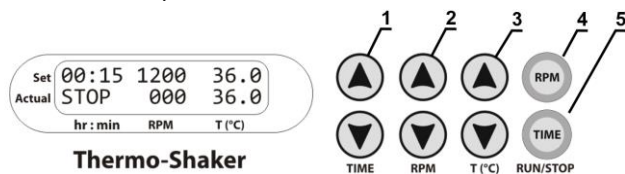

Рисунок 1. Панель управления
- 5.4.1 **Установка времени (TIME).** С помощью соответствующих кнопок ▼ и ▲ (рис. 1/1) установите необходимый интервал времени в часах и минутах (шаг 1 мин.).
- 5.4.2 **Установка скорости перемешивания (RPM).** С помощью соответствующих кнопок ▼ и ▲ (рис. 1/2) установите необходимую скорость (шаг 10 об/мин).
- 5.4.3 **Установка температуры (T, °C).** С помощью соответствующих кнопок ▼ и ▲ (рис. 1/3) установите необходимую температуру (шаг 0,1°C).
Внимание! Термостатирование платформы можно остановить, только понижая температуру кнопкой T(°C) ▼ (рис. 1/3, нижняя кнопка) до индикации OFF в верхней строке дисплея. В этом режиме прибор можно использовать в холодных помещениях как перемешивающее устройство без термостабилизации.
5.5.2 Нажмите кнопку **RPM-RUN/STOP** (рис. 1/4). При этом начинается движение платформы, и таймер начнет отсчет установленного интервала времени (с точностью до 1 мин.).
- 5.8 При необходимости можно перезапустить таймер во время его работы. Для этого дважды нажмите кнопку **TIME RUN/STOP** (рис. 1/5), первый раз для остановки таймера, второй - для повторного запуска.
-  **Внимание!** Движение платформы прекращается автоматически по истечении установленного времени. Термостатирование платформы можно остановить, только понижая температуру кнопкой **T(°C) ▼** (рис. 1/3, нижняя кнопка) до индикации OFF в верхней строке дисплея.